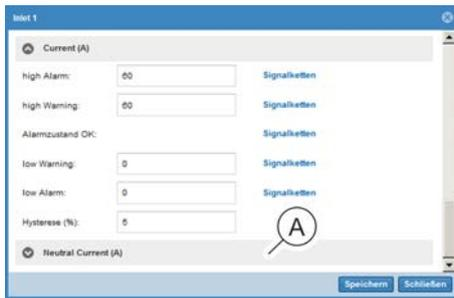

Abb. 173: Fenster "Inlet <Nr.>" (hier bei einer dreiphasigen PDU)
- 8. ➔ Nur gültig für dreiphasige PDUs: Schritte 4 – 7 für den Bereich „Neutral Current (A)“ (Abb. 173/A) wiederholen.